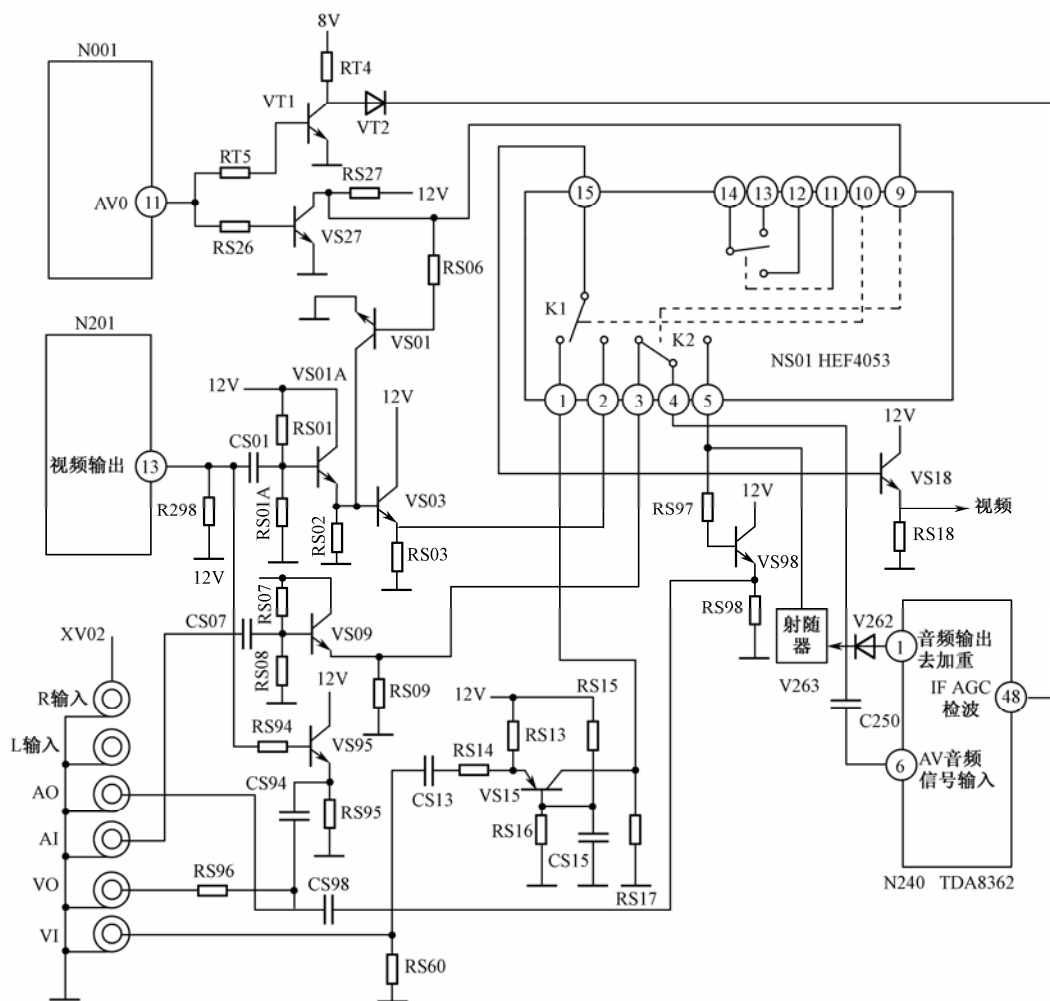

图 8-19 长虹 C2991 彩色电视机部分 TV/AV 切换电路
- 5. 分析图 8-19 的 AV/TV 切换电路工作原理？试分析 RS26 开路、VS27 击穿、VS95 开路的故障现象？